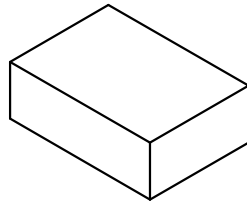

图3 内盒包装
- 2: 如图3, 每内盒装4小袋, 装盒后贴上物料标签, 数量为4X250pcs。